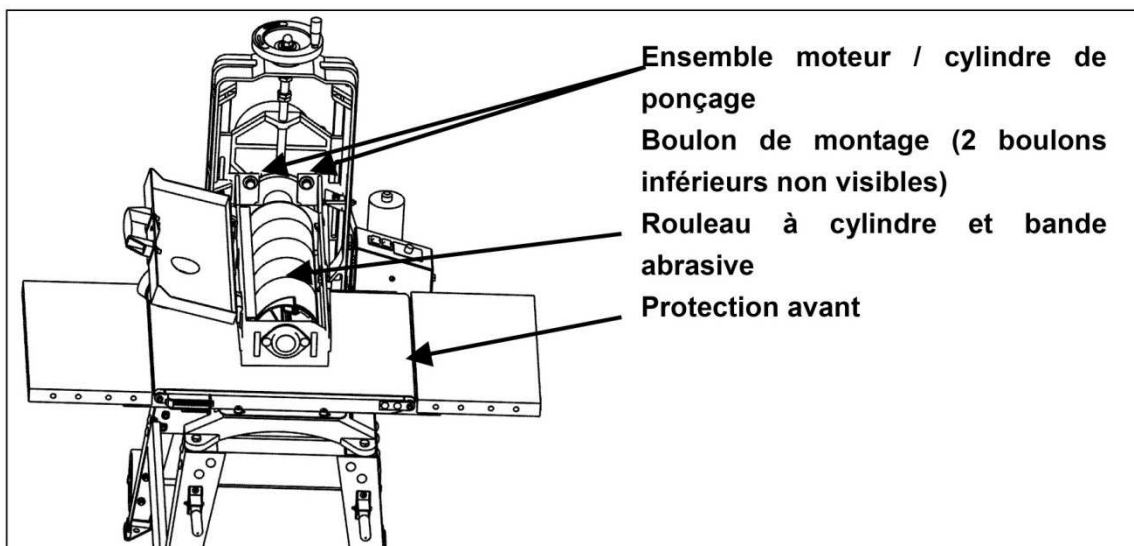

Figure 8
3. **Boulons desserrés de l'ensemble moteur / cylindre de ponçage.** (Reportez-vous à la Figure 8.) Vérifiez le serrage des quatre (4) boulons, des 2 du haut et des 2 du bas et serrez si nécessaire.